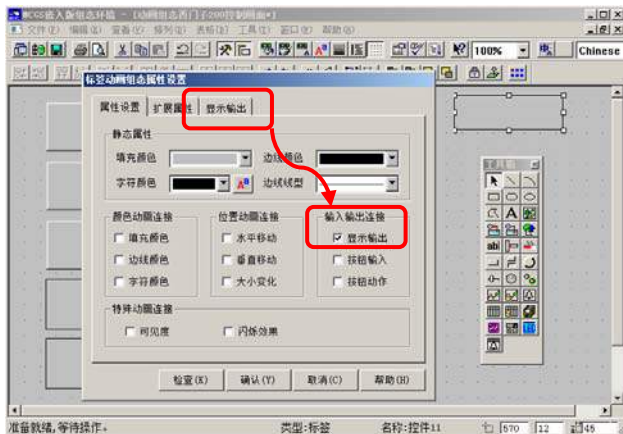
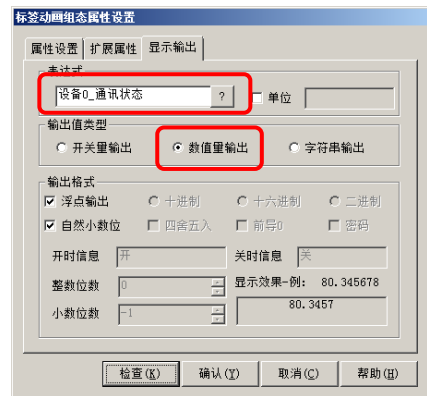

图 4.3.10
图 4.3.11
③ **输入框**：双击VW0标签旁边的输入框构件，弹出“输入框构件属性设置”对话框，在“操作属性”页，点击进行变量选择，选择“从数据中心选择|自定义”，选择VW0对应的变量“设备0_读写VWUB0000”，点击确认。完成后点击确认保存。同样的方法，对VW2标签旁边的输入框进行设置，选择VW2对应的变量“设备0_读写VWUB0002”，点击确认。
④ **标签**：双击通讯状态标签旁边的空白标签，如图 4.3.10 所示，选择“显示输出”，进入属性设置，点击选择数据对象“设备_0_通讯状态”，输出值类型选择“数值量输出”，如图 4.3.11 所示。